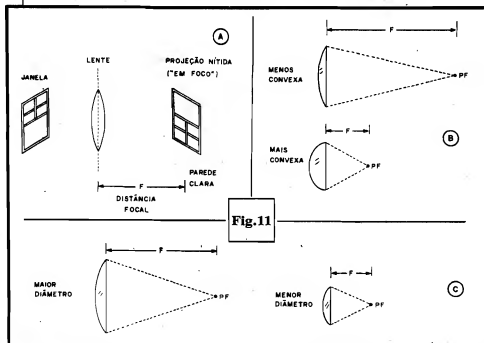

Fig. 11
- FIG. 11 - A TAL DE "DISTÂNCIA FOCAL"... - O melhor rendimento de concentração ou focalização das lentes, está fisicamente posicionado num ponto perpendicular ao seu centro, e afas-
de eficiência... Ainda na fig. 11, apenas para elucidar alguns pontos práticos, mostramos algumas recomendações quanto à distância focal de lentes de convexidade e tamanho diversos... Conforme vemos em 11-B, se duas lentes tiverem o mesmo diâmetro, aquela menos convexa apresentará uma distância focal maior... Já em lentes com a mesma aparente "convexidade", (11-C) a de maior diâmetro terá, normalmente, uma distância focal também maior... Como em qualquer caso o LED infra-vermelho ou foto sensor devem ficar tão próximos quanto possível do chamado Ponto Focal (PF, nas figs. 11-B e 11-C), tais fatores devem ser considerados quando da aquisição ou obtenção das lentes... Atualmente, até em